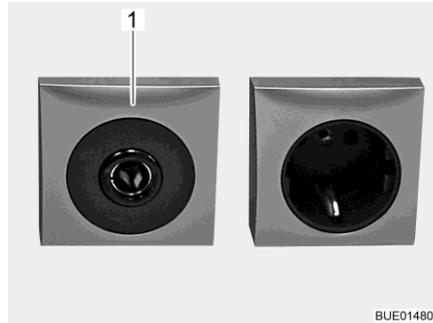

Bild 184 Steckdose 12 V/10 A
- ▷ An die Steckdosen (Bild 184,1) des 12-V-Bordnetzes nur Geräte mit maximal 10 A anschließen.